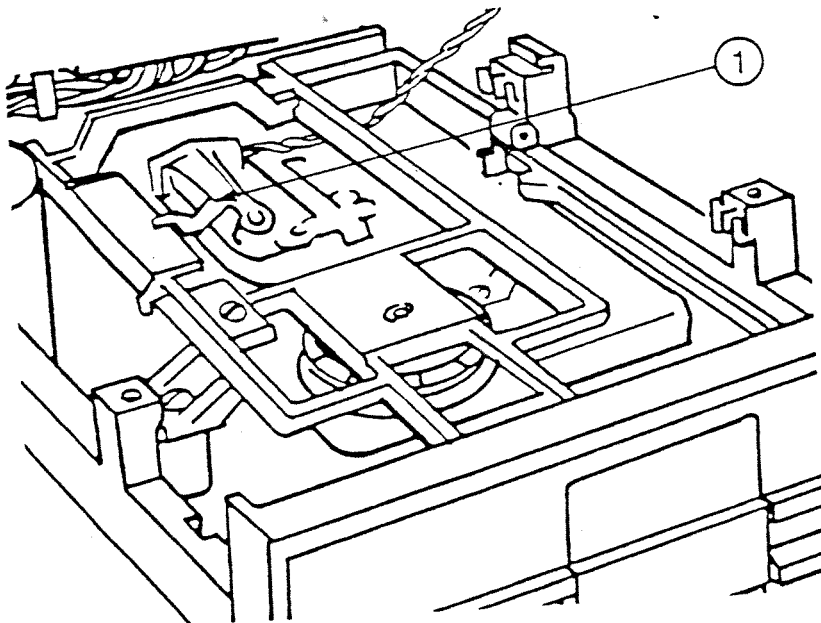

FIGURE 9
Der Andruckfilz ist ein kleines, rundes, weißes Filzstück im Andruckarm (Abb. 9, #1), das die Diskette gegen den Schreib-/Lesekopf drückt. Der Andruckfilz muß auf der Mitte des Schreib-/Lesekopfes sitzen und seine Oberfläche muß mit der Oberfläche des Schreib-/Lesekopfes parallel sein.
1. Heben Sie den Lagerrahmen an (Abbildung 9, #1), drücken Sie mit einer kleinen Elektronikerzange den Andruckfilz oben zusammen und lassen Sie ihn herunterfallen.